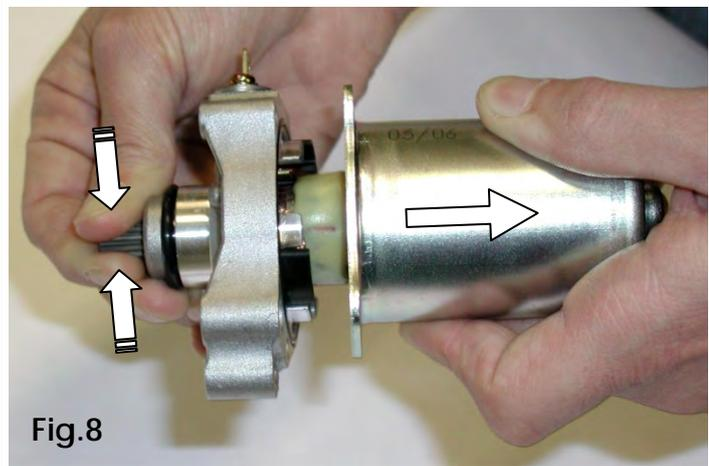

Fig.8
- REMOVA A CAPA DA PARTIDA MANTENDO A POSIÇÃO DO ROTOR (SEGURAR A PARTE DENTADA), PARA EVITAR QUE AS ESCOVAS SAIAM DO LUGAR (ver Fig.8)